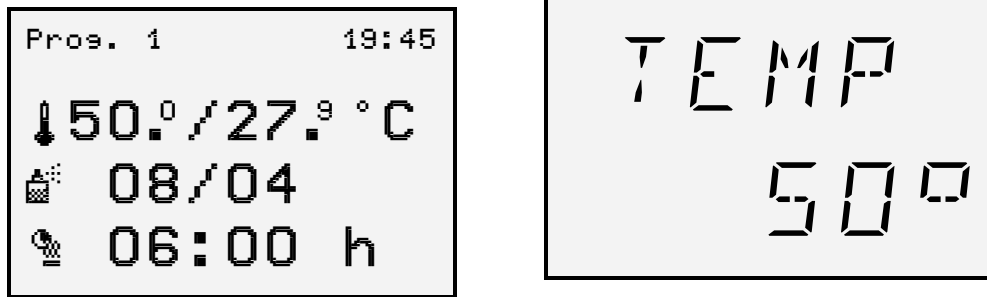

Fig. 4: Vista "Bagno turco" (esempio)
- 17 Con il grafico a barre si visualizzano la temperatura effettiva e quella nominale. Nella Fig. 4 la barra superiore rappresenta la temperatura nominale da raggiungere (90 °C). Le barre inferiori rappresentano la temperatura effettiva (60 °C).
18. Premere il tasto ▼. Viene visualizzata nuovamente la schermata "Bagno turco" (Fig. 4).
1. Viene visualizzata la schermata "Bagno turco" (Fig. 4).